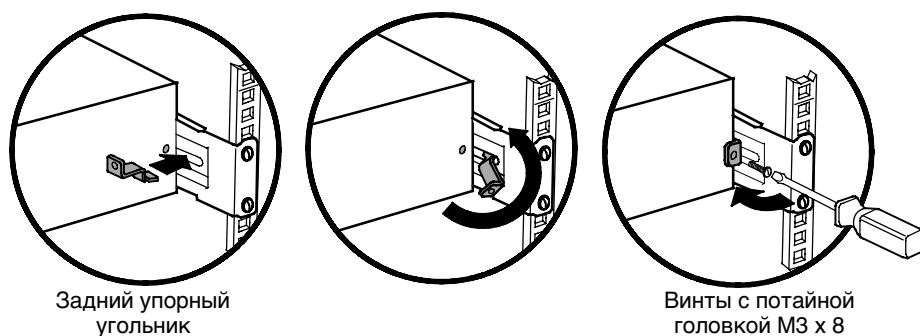

Рисунок 8. Крепление задней части корпуса (по выбору)
13. **Опция.** Вставьте задний упорный угольник через внутреннюю часть каждой направляющей за ИБП. Поверните и переместите каждый угольник, пока он не встанет на место, плотно прижимаясь к задней панели ИБП. Закрепите каждый кронштейн на корпусе с помощью одного винта М3 х 8 с круглой головкой. См. Рисунок 8.